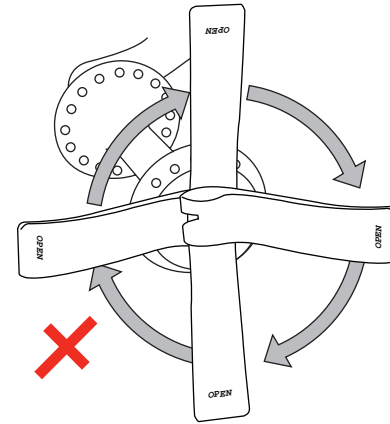

Abb. 41. Den Klemmhebel nicht drehen
- Nicht den Klemmhebel drehen, um die Klemmkraft des Schnellspanners zu erhöhen (Abb. 41), dadurch wird das Laufrad nicht ordnungsgemäß in Position gehalten.